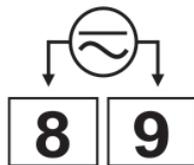

Figure 12 –Modèle 100-240 Vac/cc
- **RTD (Pt100)** : La Figure 12 indique comment raccorder le Pt100 pour 3 conducteurs. Pour une compensation correcte de la longueur du câble, on doit utiliser des conducteurs de même calibre et longueur. Pour le Pt100 à 4 fils, laisser un conducteur déconnecté dans le régulateur. Pour le Pt100 à 2 fils, utiliser les bornes de court-circuit 1 et 2.